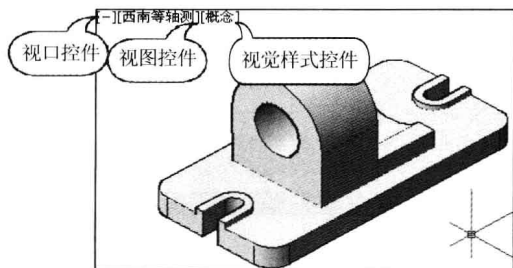

图 1-18
- 01 打开随书附带的光盘文件 1-1.dwg，如图 1-18 所示。